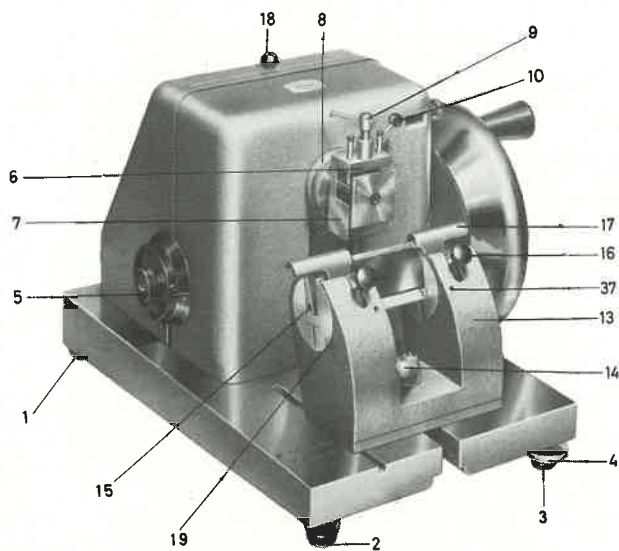

Fig. 1
Le porte-ruban se fixe sur le porte-rasoir au moyen des deux vis à tête percée que l'on introduit dans les alésages filetés (37) (voir à la fig 1) prévus à cet effet. Le porte-ruban est articulé, ce qui permet de l'ajuster de la manière la plus commode pour chaque emploi.